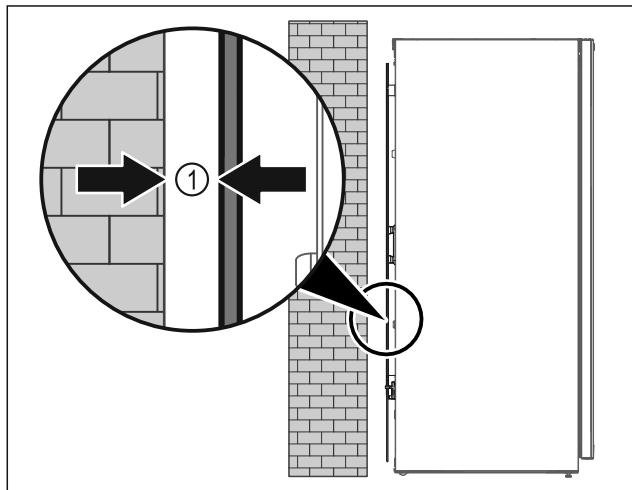

Fig. 51
- ▶ Ställ upp apparaten fritt i rummet eller direkt mot en vägg med ett minimiavstånd på 5 mm Fig. 51 (1) från väggen.